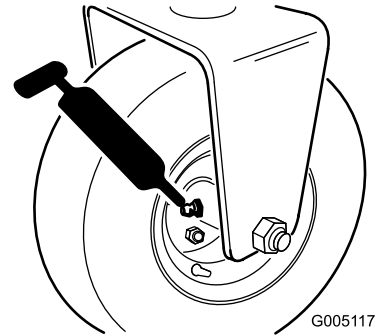

图 30
- 后滚筒毂组件或如果配备了 3 轮驱动套件后轮滚筒门锁和外部滚珠轴承 1 个图 30